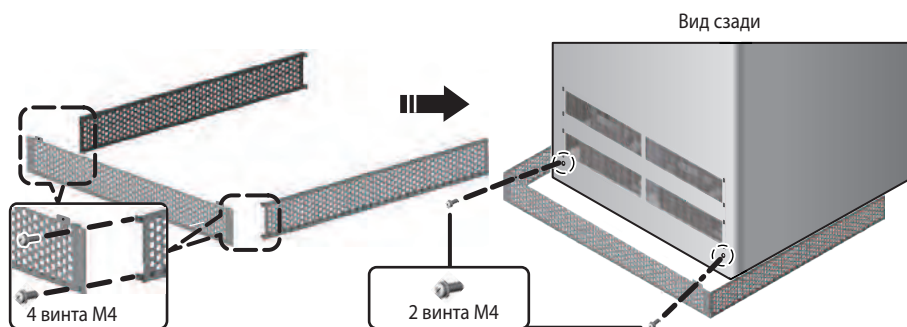

Рис. 5-с. Установка экранов для защиты от грызунов сзади ИБП
- ШАГ 5** Двумя винтами М4 из комплекта прикрепите соединённые экраны (Г-образную конструкцию) к ИБП. См. **Рис. 5-с**.
- ШАГ 6** Ключом с головкой 10 мм отверните восемь винтов М6 и снимите с поддона две опоры, фиксировавшие ИБП при транспортировке ❶. Прикрепите две опоры этими винтами к ИБП сзади. Для фиксации ИБП прикрепите опоры к полу двумя анкерными болтами ❷ с гайками. Анкерные болты приобретаются отдельно. См. **Рис. 5-d**.